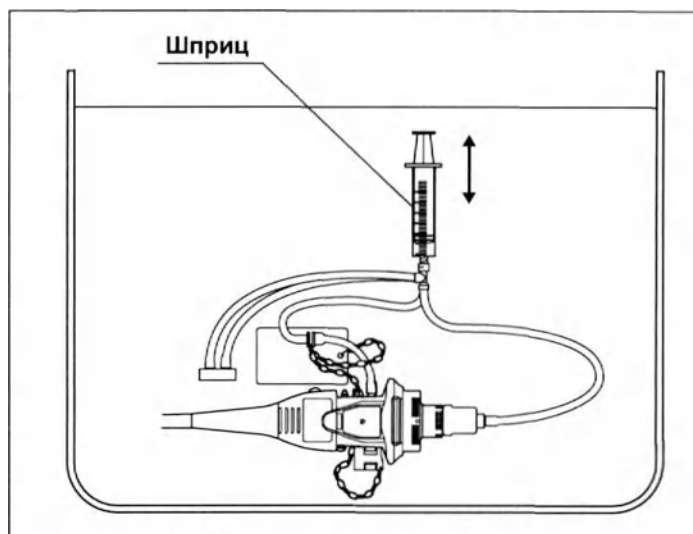

Рис. 5.50
- 6** Полностью погрузив шприц в воду, медленно вытяните поршень шприца, чтобы заполнить шприц водой. Затем надавите на поршень, чтобы промыть аспирационный канал 90 мл воды (т. е. прокачав содержимое шприца не менее трех раз). (см. рис. 5.50)
- 8** Полностью погрузив шприц в воду, медленно вытяните поршень шприца, чтобы заполнить шприц водой. Затем надавите на поршень, чтобы промыть канал подачи воздух/вода 90 мл воды (т. е. прокачав содержимое шприца не менее трех раз). (см. рис. 5.50)